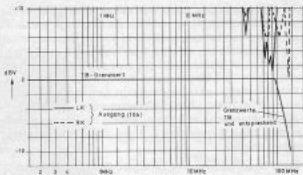
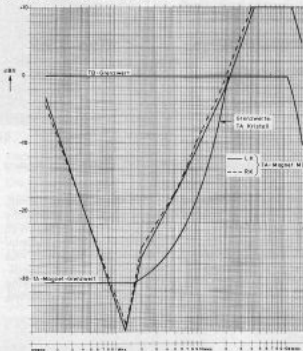

Bild 6 HF-Einströmfestigkeit des MC-Einganges
Bild 7 HF-Einströmfestigkeit der Lautsprecherausgänge
**Bild 6** zeigt die Einströmfestigkeit der Lautsprecherausgänge und **Bild 7** die des empfindlichen MC-Einganges mit einer Eingangsempfindlichkeit von 0,12 mV. In der vertikalen Achse ist die HF-Spannung in dBV und in der Horizontalen die Frequenz von 100 kHz–150 MHz aufgetragen.